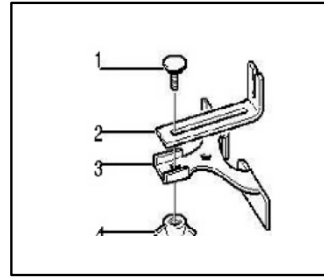

Fig. 13
1. Fixer la plaque de guidage sur le guide droit à l'aide du boulon et de l'écrou papillon. (Fig. 13)